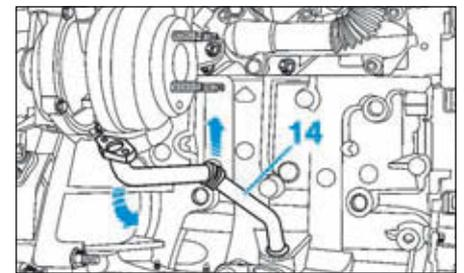

FIG.54
- Désaccoupler le tuyau de retour d'huile (14) et le déposer (Fig.54).